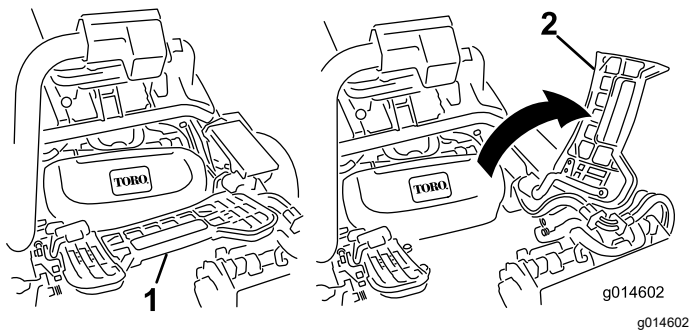

Bild 60
2. Heben Sie die Fußplattform an und schwenken sie in die geöffnete Stellung, um die Stellung das mittlere Mähwerk zugänglich zu machen (Bild 60).